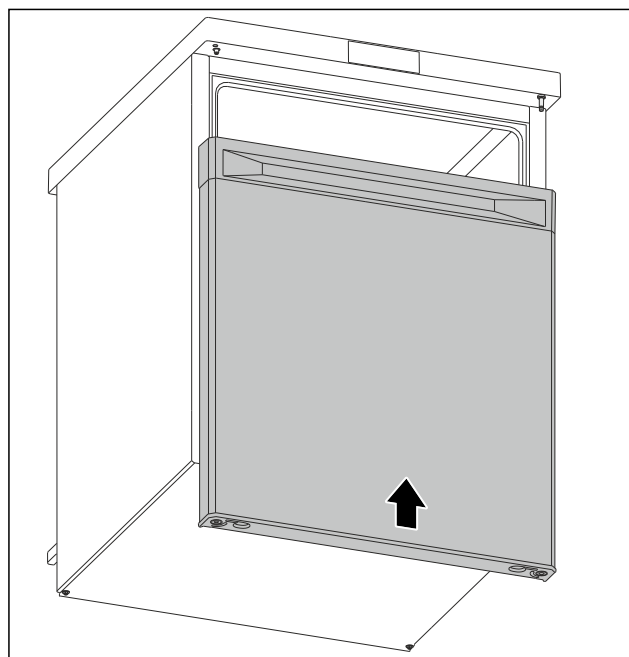

Fig. 15
- Pousser la porte fermée sur l'axe supérieur. (voir Fig. 15)